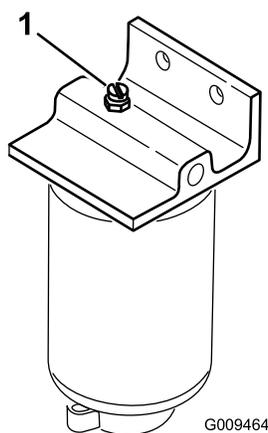

Figura 44
3. Aprite il tappo di sfiato sul separatore carburante/acqua (Figura 44)